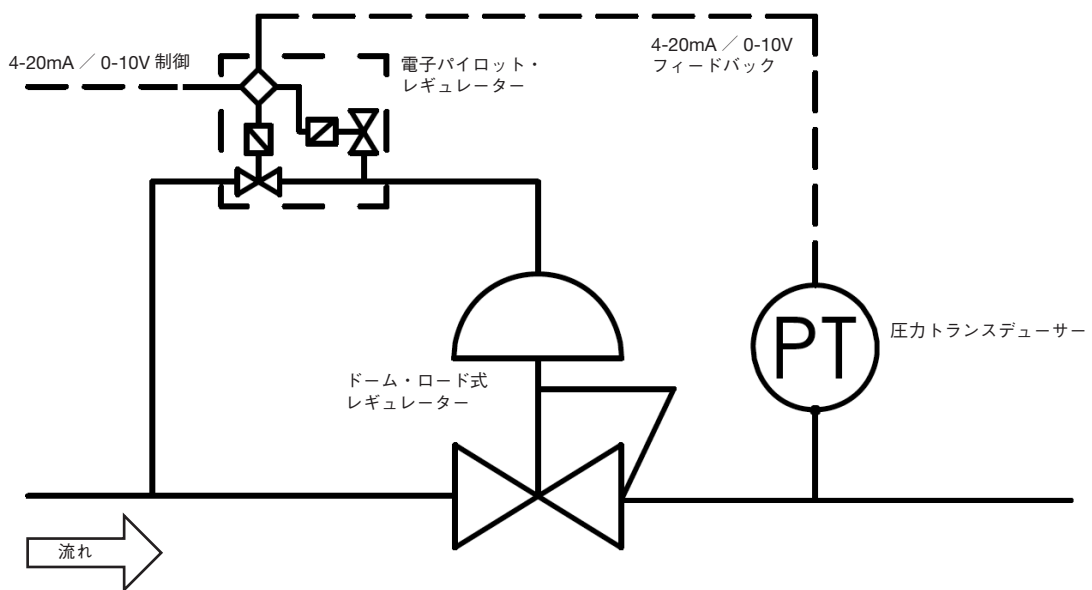

図 6
- **電子制御**：本セットアップでは、システム圧力から供給される電子パイロット・レギュレーターを、圧力トランスデューサーと併用することで、ドーム圧力を直接制御します(図6)。メイン・レギュレーターの二次側圧力は、電子レギュレーターの二次側圧力による制限を受けます。本セットアップは、液体アプリケーションには適していません。